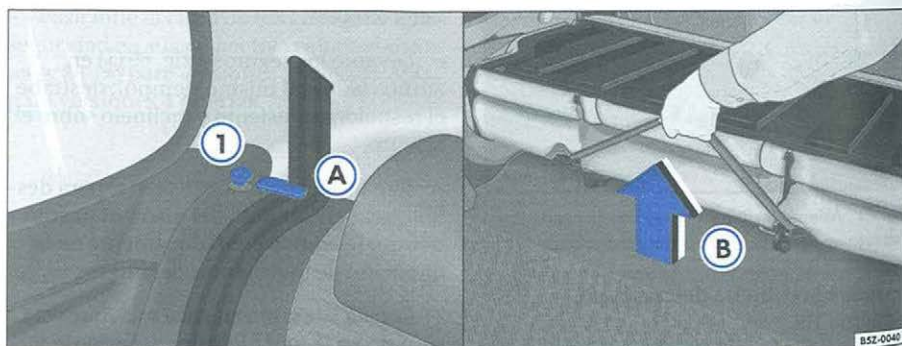

Fig. 71 Posicionador del cinturón para inclinación del asiento y segura para desbloqueo del respaldo / tirador para destrabar el conjunto del piso
- Posicione la cinta de los cinturones de seguridad en sus respectivos alojamientos ⇒ página 92, fig. 71
- Levante los seguros ⇒ página 92, fig. 71 en ambos lados (al mismo tiempo), destrabe el respaldo del asiento y inclínelo sobre el asiento.
- Tire de la lengüeta ⇒ página 92, fig. 71 para desbloquear el conjunto del piso y al mismo tiempo levántelo cuidadosamente en la dirección de los asientos delanteros ⇒ .